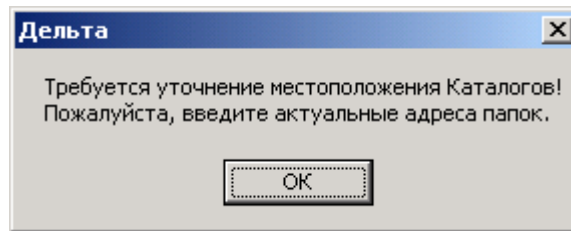
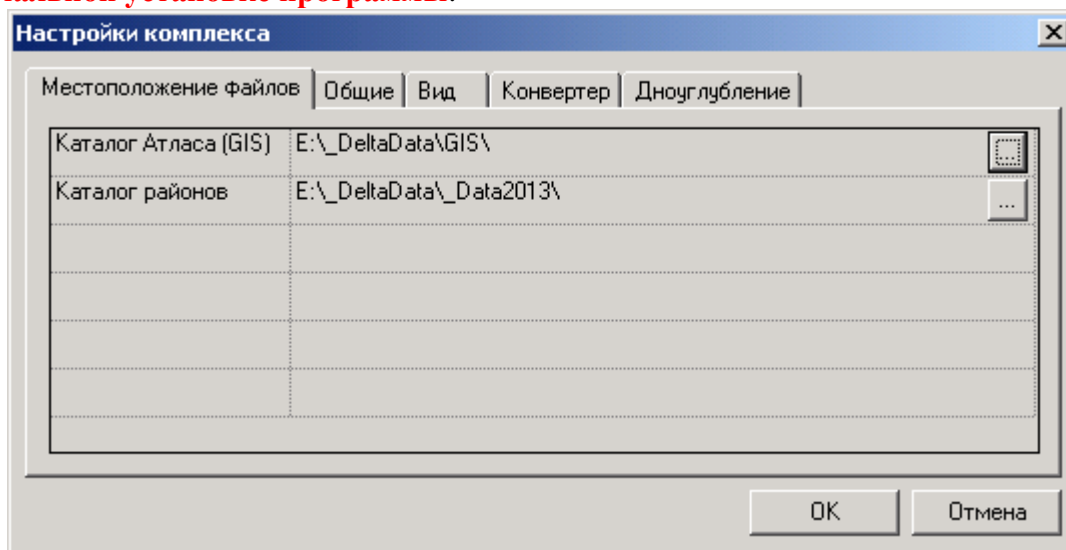
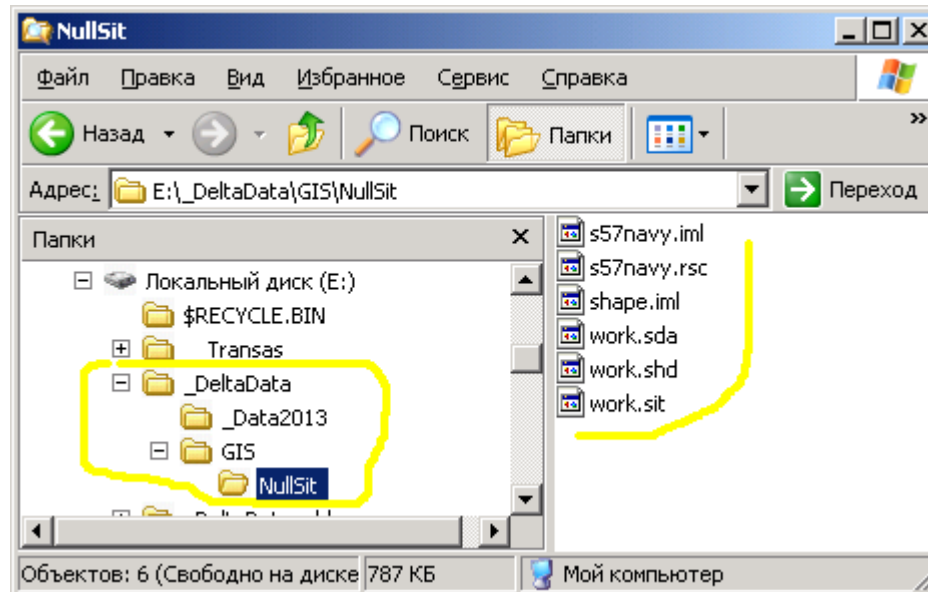

Рисунок 5.2.2 – Сообщение при первом запуске программы, требующее ввода имен рабочих папок (каталогов)
Рисунок 5.3 – Вид окна настройки программы с адресами местоположения ключевых папок.
Рисунок 5.4.2 – Указание папок для хранения данных, используемых комплексом.
При начальном запуске программы, после ее установки на компьютер, самым первым будет выведено сообщение (рис. 5.2.2.), информирующее пользователя о необходимости указания местоположения папок, требуемых для работы программы.
- последним этапом начальной настройки системы будет указание созданных выше папок в программе. Для этого пользователь нажимает кнопку «ОК» (рис. 5.2.2) и в открывшемся окне (рис. 5.3) с помощью кнопок [...] указывает местоположение двух внутренних папок **GIS** и **_Data2013** (лежащих внутри **_DeltaData**).
На рисунке 5.4. показан процесс выбора местоположения созданных пользователем папок, это окно появляется после нажатия кнопок  см. рис. 5.3. После указания местоположения папки с атласом (папки GIS) программа автоматически разместит в ней служебную папку NullSit с набором файлов, см. рис. 5.4.2. С папкой GIS и ее содержимым пользователь напрямую не работает.
После нажатия кнопки «ОК» (см. рисунок 5.3) окно программы примет вид, представленный на рисунке 5.2.
Как уже отмечено выше, **при первом запуске программы**, после ее установки на компьютер, на экране появится форма с настройками параметров комплекса, см. рисунок 5.3. В этом случае оператору необходимо указать актуальный путь размещения Каталога данных. Если этой папки еще нет, то ее необходимо предварительно создать вручную.